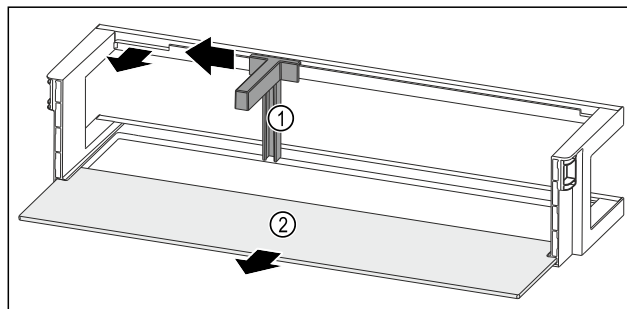

Fig. 93 Dveřní přihrádka s držákem lahvi a odkládací plochou
- Držák lahvi Fig. 93 (1) posuňte na stranu až k vybrání.
- Držák lahvi Fig. 93 (1) odeberte.
- Odkládací plochu Fig. 93 (2) odeberte.